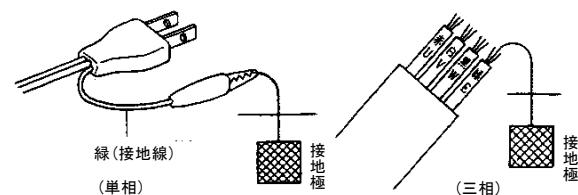

図 7
- a) 単相の場合は図 7 のワニグチクリップを利用して接地してください。
- b) 三相の場合は図 7 に示すように四芯のうち緑色の線(ラベル E)を接地してください。また緑色を絶対に電源につながないでください。接地は電気設備技術に従って、確実に行ってください。